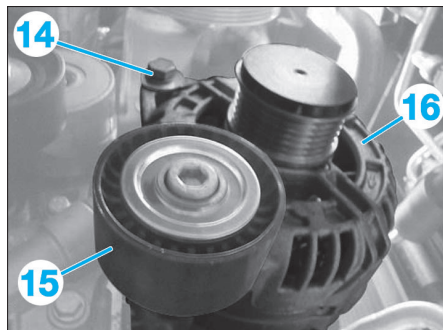

Fig. 6
- les vis (14) (Fig.6),
- le galet enrouleur (15),
- l'alternateur (16) (par le bas).